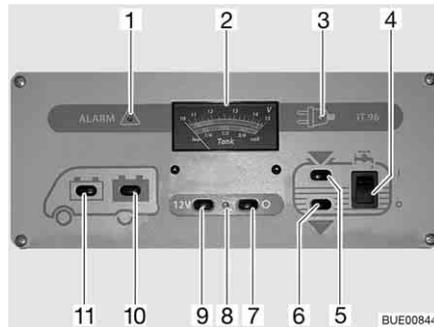

Fig. 135 Panneau de contrôle IT 96-2
L'interrupteur principal 12 V (Fig. 135,7 et 9) établit ou coupe le panneau de contrôle et l'alimentation 12 V de la cellule.
- Appuyer sur le commutateur (Fig. 135,9) "12 V" : L'alimentation 12 V de la cellule est assurée. Le voyant de contrôle (Fig. 135,8) s'allume en vert.
- Appuyer sur le commutateur (Fig. 135,7) "0" : L'alimentation 12 V de la cellule est coupée. Le voyant de contrôle (Fig. 135,8) s'éteint.
Observer sur l'indicateur de charge/de niveau de réservoir (Fig. 135,2), la graduation supérieure. L'indicateur s'éclaire automatiquement dès qu'un commutateur est actionné.
- Appuyer sur le commutateur (Fig. 135,11)  : La tension de la batterie de démarrage est affichée.
- Appuyer sur le commutateur (Fig. 135,10)  : La tension de la batterie de cellule est affichée.
Observer sur l'indicateur de charge/de niveau de réservoir (Fig. 135,2) la graduation inférieure. L'indicateur s'éclaire automatiquement dès qu'un commutateur est actionné.
- Appuyer sur le commutateur (Fig. 135,5)  : Le niveau du réservoir d'eau est affiché.
- Appuyer sur le commutateur (Fig. 135,6)  : Le niveau du réservoir d'eaux usées est affiché.
- Commutateur à bascule (Fig. 135,4) vers le haut "I" : L'alimentation en eau est activée.
- Commutateur à bascule (Fig. 135,4) vers le bas "O" : L'alimentation en eau est désactivée.
Le voyant d'alerte rouge "ALARM" (alarme) (Fig. 135,1) clignote dès que la charge de la batterie de cellule descend en dessous de 11 V (mesurée en marche) et qu'il y a risque de décharge profonde des batteries.
Le voyant de contrôle 12 V (Fig. 135,8) s'allume dès que l'interrupteur principal 12 V (Fig. 135,9) est enclenché.
Le voyant de contrôle jaune 230 V (Fig. 135,3) s'allume si l'arrivée du bloc électrique est sous tension de réseau.